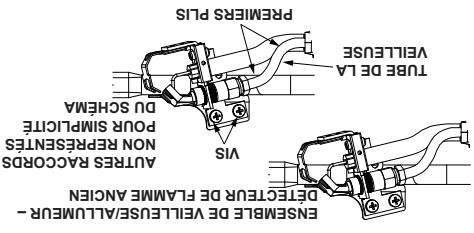

FIGURE 27.
4. Retirer le tube de la veilleuse de l'ensemble de la veilleuse (Figure 27). **IMPORTANT** : Faire attention de ne pas altérer la position des composants de l'ensemble de la veilleuse.
7. Insérer le nouveau tube de la veilleuse et le câble de l'allumeur à travers le trou de la porte du collecteur (Voir Figure 27). Reconnecter le tube de la veilleuse et serrer solidement l'écrou à l'ensemble de la veilleuse.